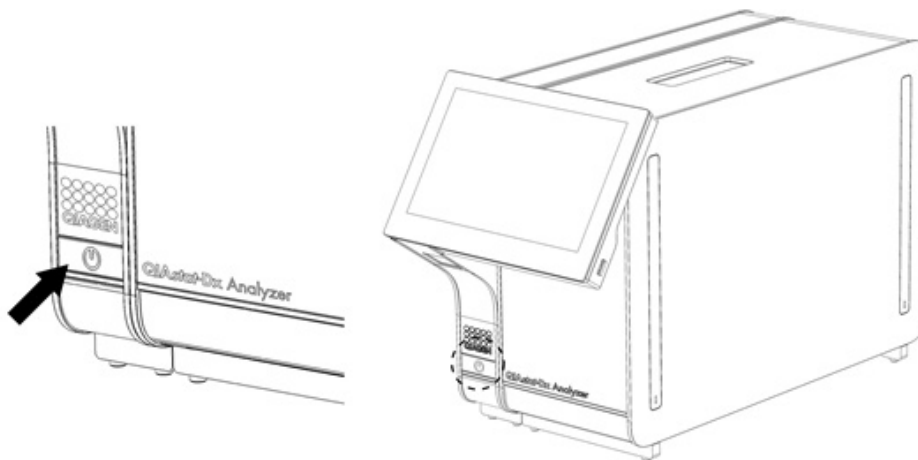

Figura 22 Apăsarea butonului ON/OFF (PORNIT/OPRIT) pentru pornirea instrumentului.
1. Apăsăți butonul ON/OFF (PORNIT/OPRIT) din partea din față a QIAstat-Dx Analyzer 1.0 pentru a porni aparatul (Figura 22).